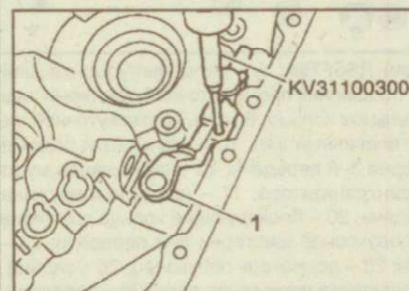

Рис. 9.57. Снятие рычага (1) переключения передач
28. Снимите тягу рычага и рычаг переключения передач с картера сцепления (рис. 9.57).